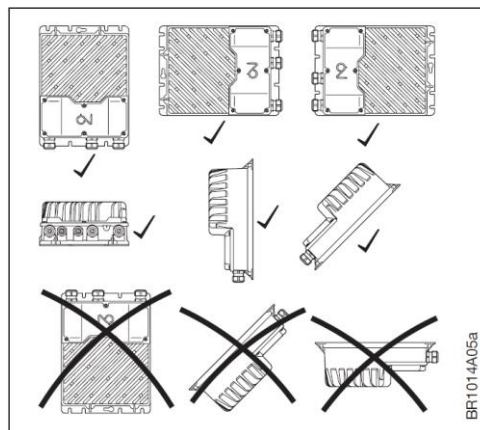

Fig. 3-2: Kåpjustering
- För att säkerställa den specificerade kapslingsklassen får kabelförskruvningarna inte riktas uppåt (se fig. 3-2).
- NI-DV kan monteras lodrätt, vågrätt eller lutande (se fig. 3-2).